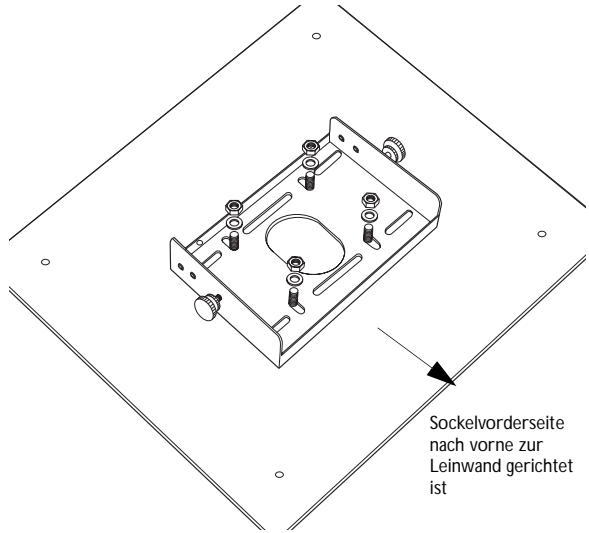

ABBILDUNG 1
- 1 Legen Sie den Deckenbefestigungssockel mitig auf die Deckenplatte, wie in Abbildung 1 gezeigt. Überprüfen Sie, daß die Sockelvorderseite nach vorne zur Leinwand gerichtet ist. Die Sockelvorderseite ist die einzige Seite ohne vorgebohrte Löcher.
- 2a LiteMount-Zwischendeckenplatte - Richten Sie die Löcher im Sockel an den Gewindestreben auf der Platte aus. Montieren Sie die vier Unterlegscheiben und Muttern, wie in Abbildung 1 gezeigt.